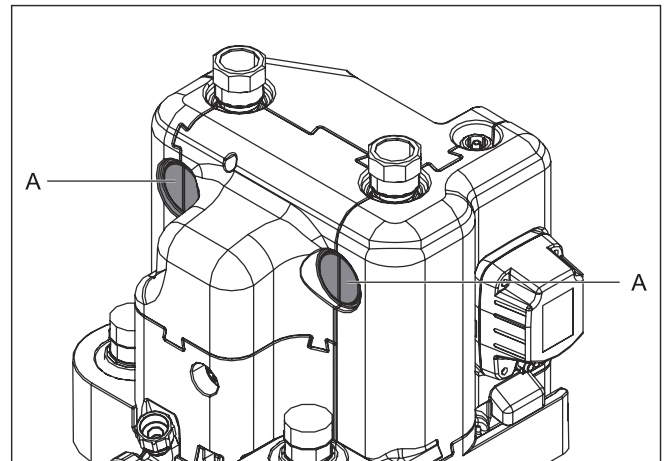

Fig. 44-20 Recorte del aislamiento térmico
- 16 Recortar los pasos laterales del aislamiento térmico (Fig. 44-20, pos. A) con una herramienta adecuada.